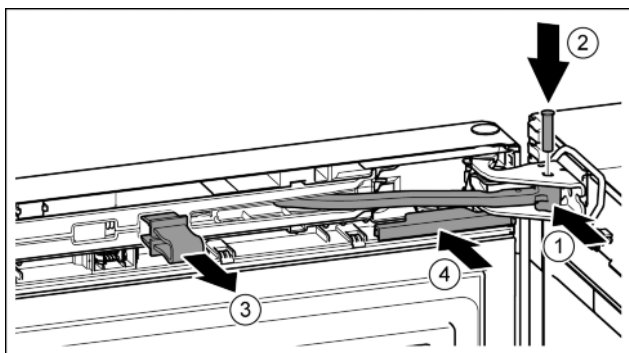

Fig. 42
- ▶ Kĺb otočte v ložiskovej konzole. Fig. 42 (1)
- ▶ Do ložiskovej konzoly a kĺbu vložte čap. Prítom dbajte na to, aby sa zaisťovací doraz nachádzal správne v drážke. Fig. 42 (2)
- ▶ Vyberte poistku. Fig. 42 (3)
- ▶ Nasuňte kryt. Fig. 42 (4)